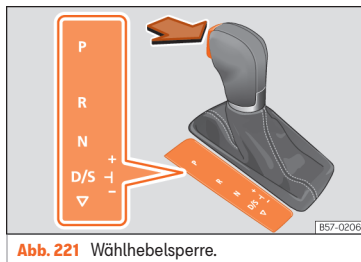

Abb. 221 Wählhebelsperre.
– Treten Sie das Bremspedal und halten Sie gleichzeitig die Sperrtaste in Pfeilrichtung gedrückt » » Abb. 221.